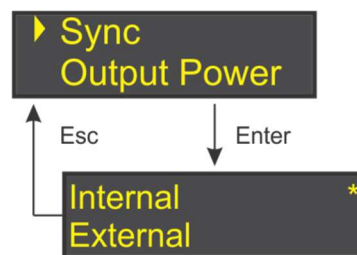

Figura 14: Menu Sync
O Menu *Meas* contempla as medidas coletadas em todos os módulos no transmissor, seguindo a sequência de distribuição dos módulos presente no item 3.4.1. *Disposição dos módulos* deste manual. A Figura 14 contempla a distribuição da tela.